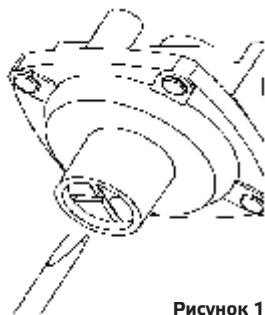

Рисунок 15
2.7.9 Регулировка давления на регулирующем клапане (рисунок 15)
2.7.10 Регулировка давления на регулирующем клапане (рисунок 15)